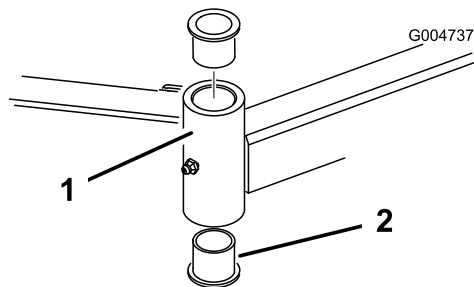

Figura 125
4. Introduza um punção para cavilhas na zona superior ou inferior do tubo de montagem e retire o casquilho para fora do tubo (Figura 125).